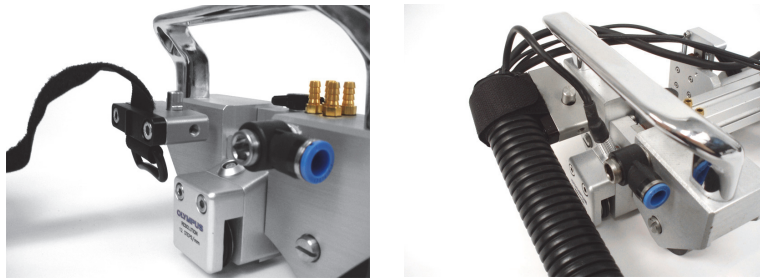

Figura 2-9 Alça frouxa (*esquerda*) e esticada (*direita*)
2. Solte a alça, enrole no cabo umbilical e depois reinsira a alça na fivela e aperte (Figura 2-9 na página 43).